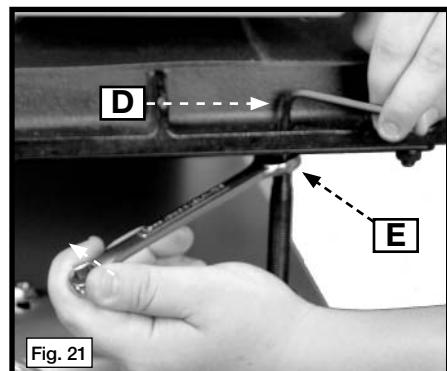

Fig. 21
2. Use una llave de 13 mm (1/2") para sujetar los pernos de nivelación (uno se muestra en [E] Fig. 21). Use una llave hexagonal de 4,8 mm (3/16") (D) para aflojar los pernos hexagonales. Gire los pernos de nivelación, una cara plana por vez, hasta que la mesa esté paralela al tambor.
NOTA: Una vuelta de una cara plana en el perno de nivelación elevará o bajará la mesa 0,3 mm (0,01"). Gire el perno de nivelación (E) Fig. 21 en el sentido de las agujas del reloj para bajar la mesa o en sentido contrario para elevarla. Ajuste los dos pernos de nivelación la misma cantidad de vueltas y en la misma dirección.